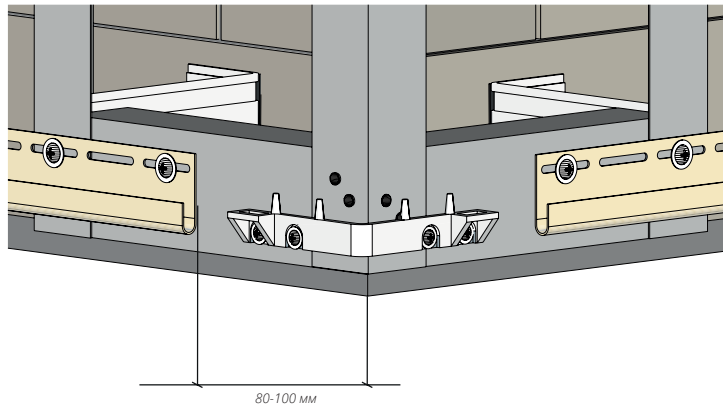

Рисунок 84
16.3 Стартовая планка не должна доходить до угла обрешетки 80-100 мм (Рис. 84).